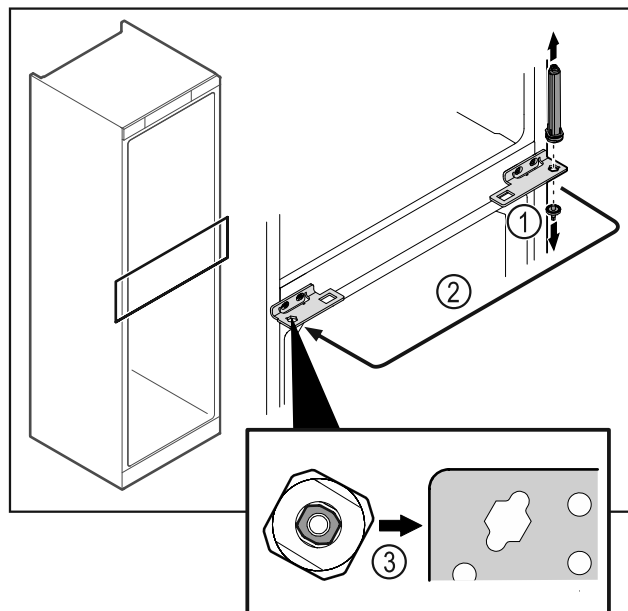

Fig. 44
- ▶ Odvrnite svornjak šarke Fig. 44 (1).
- ▶ Premjestite sustav zatvaranja vrata Fig. 44 (2).
- ▶ Pri umetanju pazite na ispravno poravnanje sustava zatvaranja vrata Fig. 44 (3).